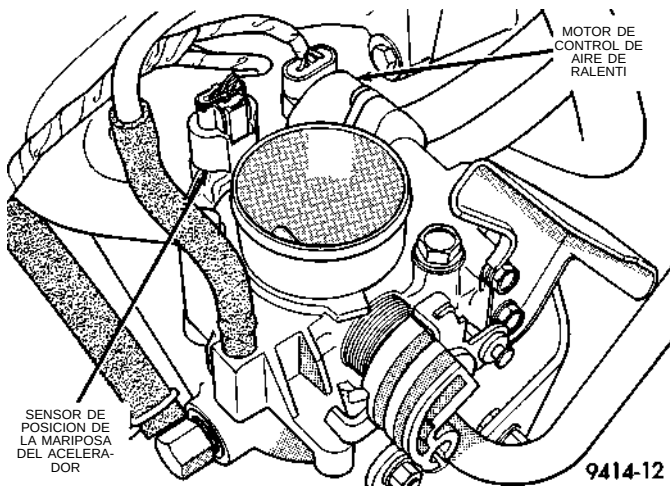

Fig. 94 Servicio del motor de control de aire de ralentí
- (1) Desconecte el cable del negativo de la batería.
- (2) Retire el conector eléctrico del motor de control de aire de ralentí y del sensor de posición de la mariposa del acelerador.
- (3) Retire la manguera de limpieza de EVAP del cuerpo de mariposa.
- (4) Retire el cuerpo de mariposa. Consulte Cuerpo de mariposa en esta sección.
- (5) Retire los tornillos de instalación del motor de control de aire de ralentí (Fig. 94).